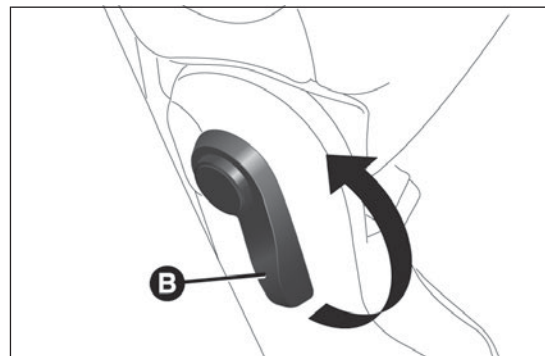

fig. 88
- ☐ levantar la palanca B fig. 88 para abatir el respaldo (ver fig. 89).
Para volver a colocar el respaldo en su posición normal, levantar la palanca B fig. 88 y, a continuación, levantar el respaldo.
Para volver a colocar el respaldo en su posición normal, levantar la palanca B fig. 88 y, a continuación, levantar el respaldo hasta alcanzar la posición de enganche vertical.